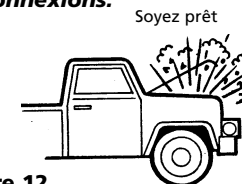

Figure 12
*Lorsque vous attachez les fils aux bornes du moteur et aux électrovannes (relais), maintenez l'écrou interne pendant que vous serez l'écrou externe. Empêchez les bornes du moteur de tourner — ce qui provoquerait une rupture interne des fils ou un mauvais alignement de pièces. Soyez particulièrement attentif à empêcher la rotation des bornes (relais) de l'électrovanne. Tour rotation peut endommager l'électrovanne (Fig. 12).*